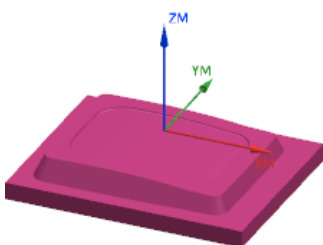

图 6.4 部件几何体
Step3. 在图形区中选择整个零件为部件几何体，如图 6.4 所示。在“部件几何体”对话框中单击  确定 按钮，完成部件几何体的创建，同时系统返回到“铣削几何体”对话框。